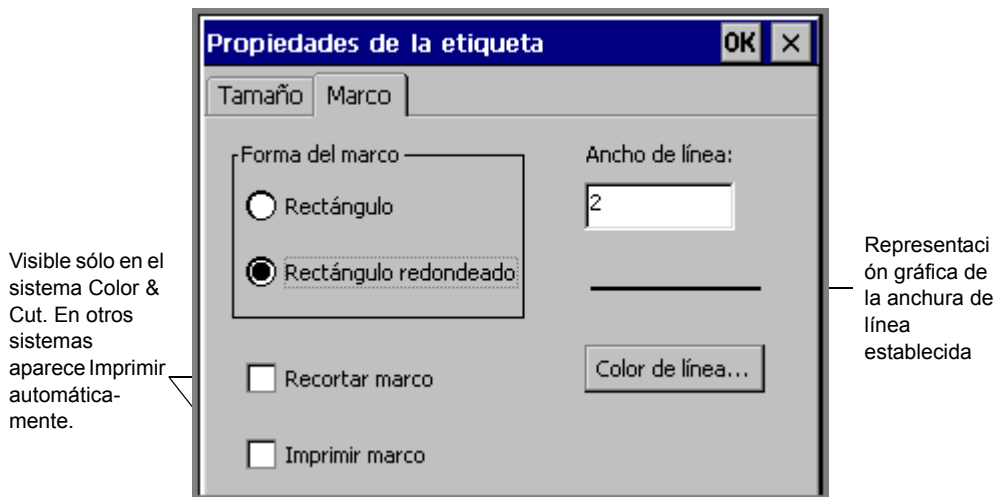

Figura 6-16. Ficha de marco de la pantalla de propiedades de la etiqueta
- **Marco**, para agregar marcos a las etiquetas (Figura 6-16)